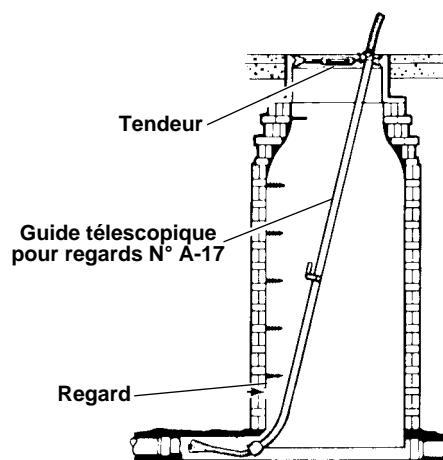

Figure 4 – Guide télescopique pour regards
10. Réglez le guide télescopique (*Figure 4*) en fonction de